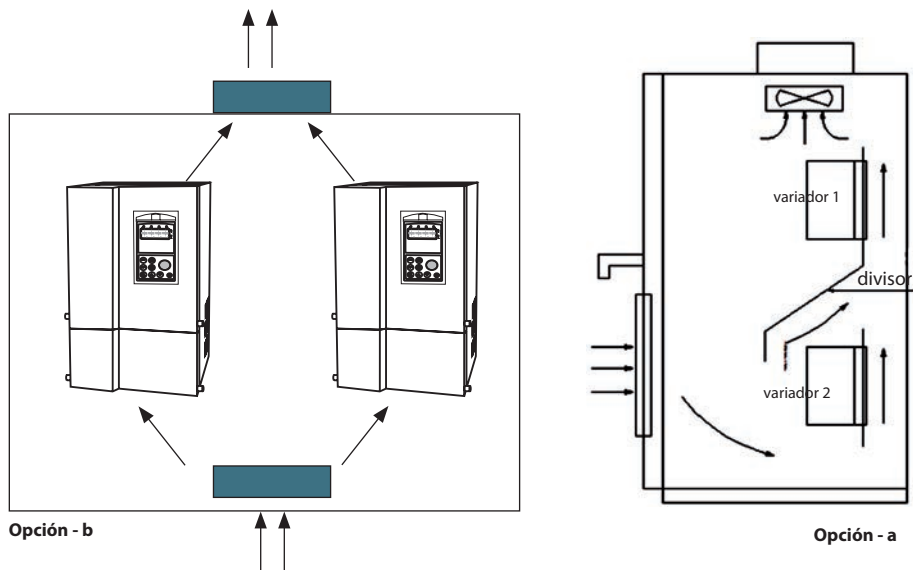

Fig. 3-2 Instalación de variadores en vertical
- (3) Si se instalan varios equipos verticalmente en columna, es aconsejable colocar un divisor entre ellos, como se detalla en la fig. 3-2. (opción - a)
- (4) Cuando se instalen dos o más variadores en una misma placa, es aconsejable colocarlos uno junto al otro en la horizontal, fig. 3-2. (opción - b)
- (5) No sujete el variador por la cubierta frontal, en algunos modelos puede soltarse.
- (6) Se aconseja fijar el variador antes de proceder a su conexionado.
- (7) Manipule el variador con cuidado evitando dañar sus componentes exteriores.